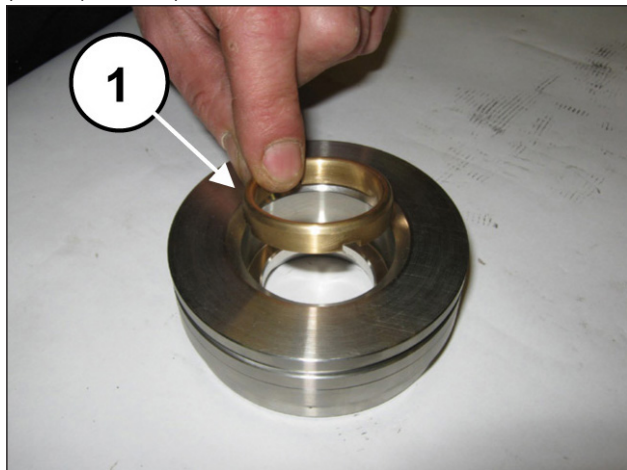
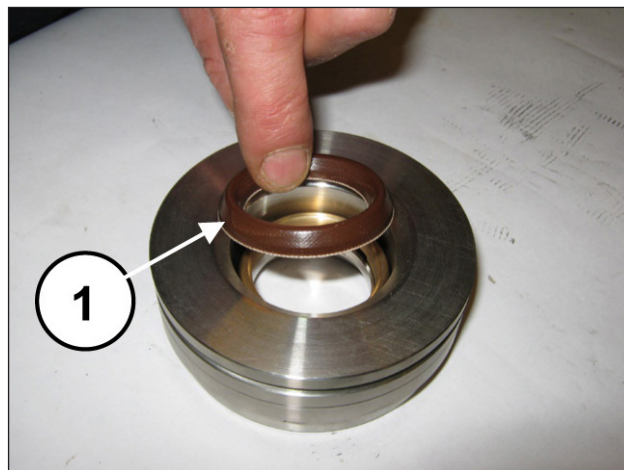
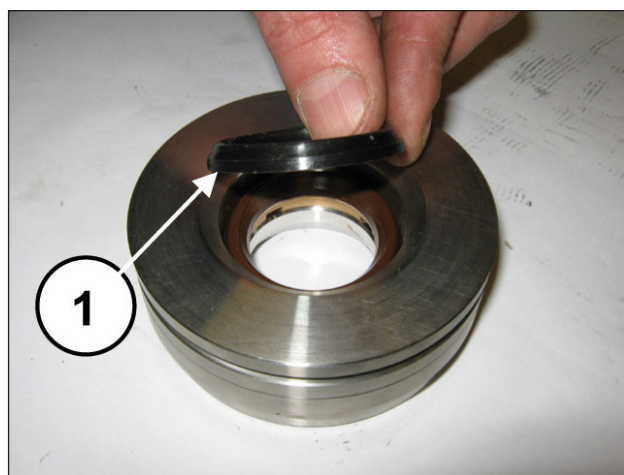

Рис. 182
Рис. 183
Рис. 184
Установите кольцо головки (поз. ①, Рис. 182), уплотнение высокого давления (поз. ①, Рис. 183) и стопорное кольцо (поз. ①, Рис. 184).